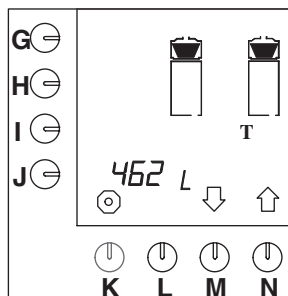

Abb. 19 Gesamtzählwerk für das Kaffeebrühsystem
- Jetzt erscheint das Gesamtzählwerk im Display. Die Gesamtanzahl der Liter Kaffee, die während der Lebensdauer des Geräts aufgebraucht wurden, kann im Display abgelesen werden (Abb. 19).